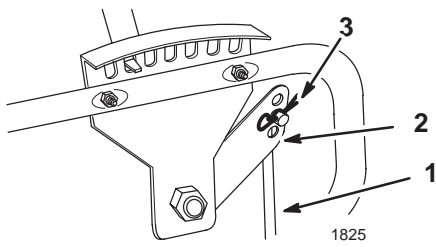

Bild 6
8. Sichern Sie das untere Ende der Höheneinstellstange mit einem Splint am Höheneinstellgriff ab (Bild 6).